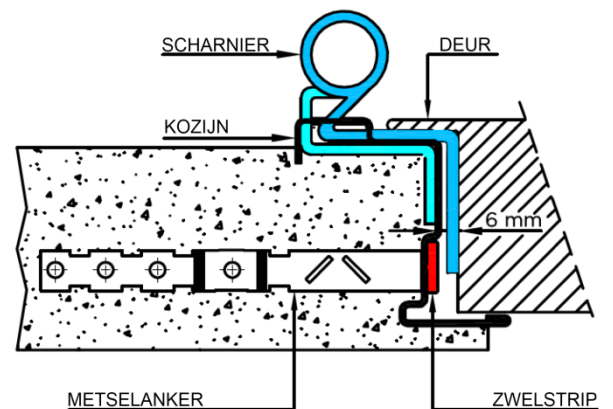

AFBEELDING 2: CONTROLEER DE JUISTE OPSTELLING VAN DE DEUR EN KOZIJN
1. Stel het kozijn waterpas (afbeelding 2) terwijl de deur gesloten in het kozijn vastzit, vouw de metselankers uit zoals getoond in afbeelding 1.